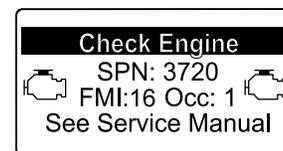

Bild 97
- Wenn die Motorstörung CHECK ENGINE SPN 3251 FMI 0, CHECK ENGINE SPN 3720 FMI 0 oder CHECK ENGINE SPN 3720 FMI 16 im InfoCenter (**Bild 97**) angezeigt wird, reinigen Sie den Rußfilter mit den folgenden Schritten: